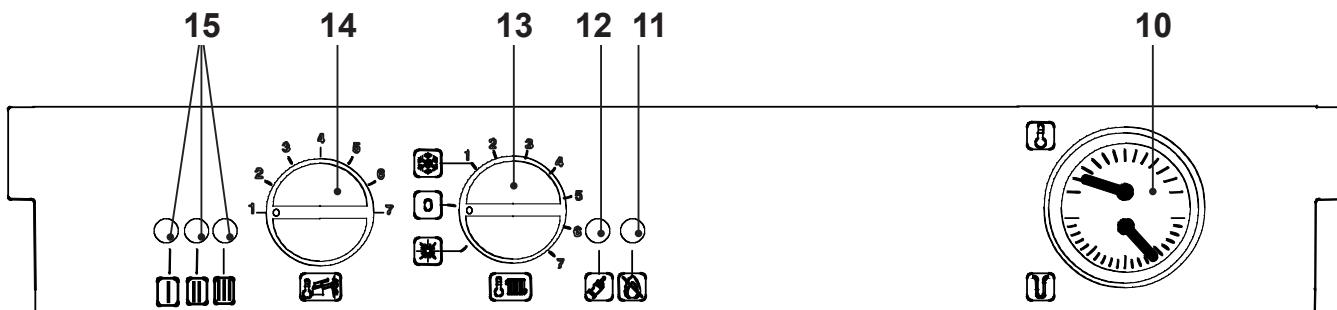

Рисунок 1.3
- Включите электропитание котла. Индикатор котла 15 (Рисунок 1.3) будет мигать каждые 4 секунды (состояние ожидания).
Квалифицированный монтажник посоветует Вам, как выбрать наиболее подходящую настройку для Вашей системы. Термоманометр (10 , Рисунок 1.3) поможет Вам проконтролировать получение заданных температур.